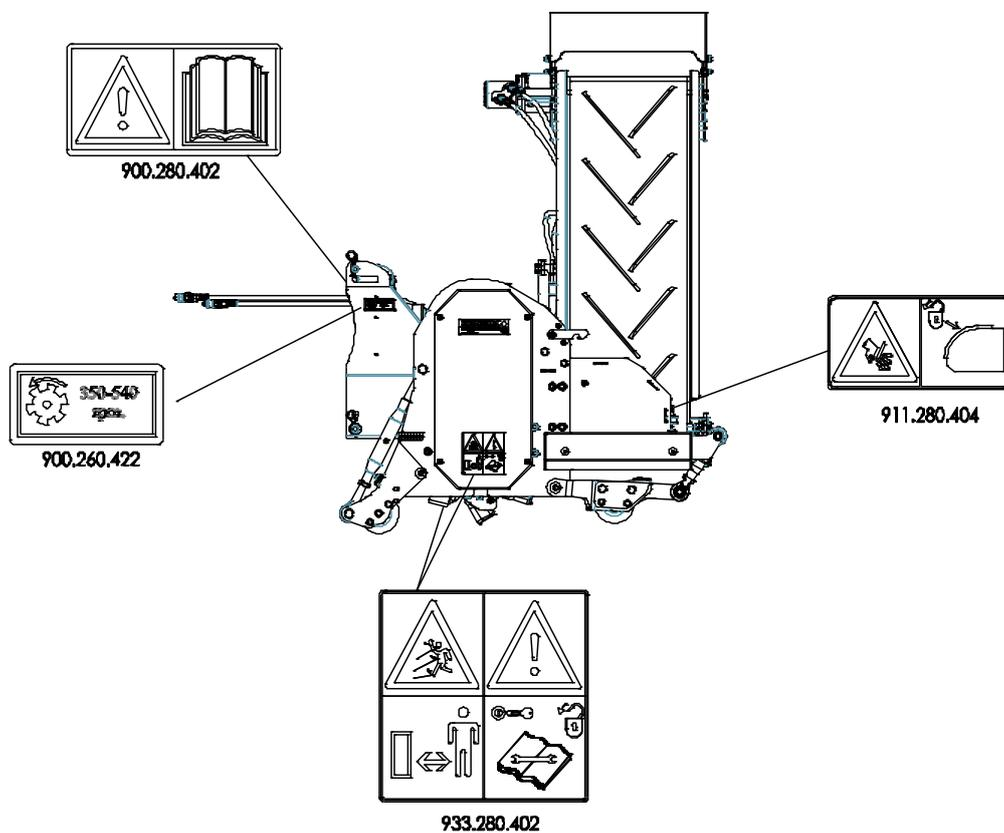

Abb. 7
(7) Anbringung der Turf-Stripper 1200-Sicherheitsaufkleber. (Abb. 7)